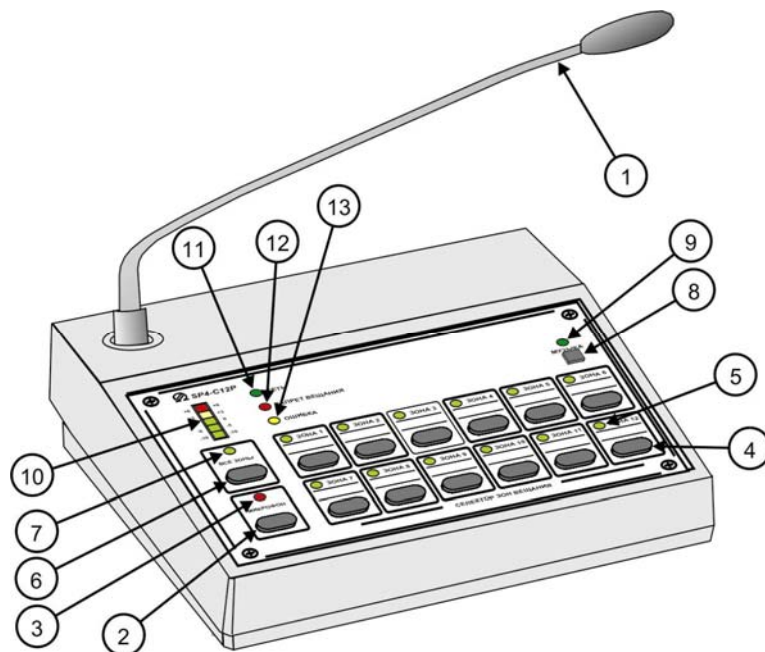

Рис. 1. Общий вид
- 5) Включите источник фоновой музыки и включите на пульте режим трансляции от внешнего источника. Отрегулируйте, уровень громкости фоновой музыки с помощью регулятора (см. Рис.2 п.8). Индикатор уровня аудио сигнала (см. Рис.1 п.10) не должен заходить в красную зону.